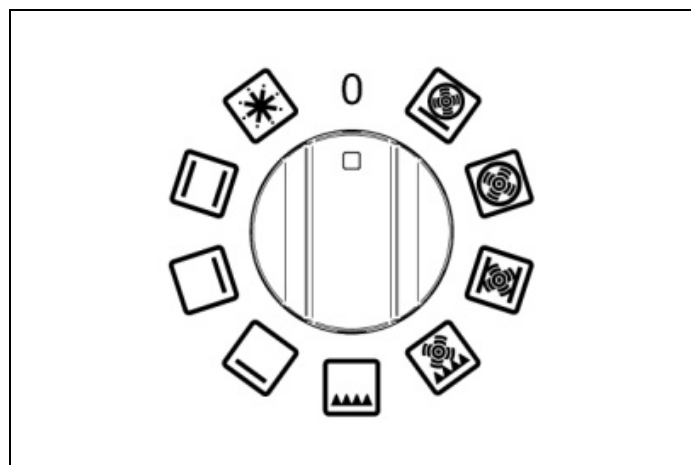
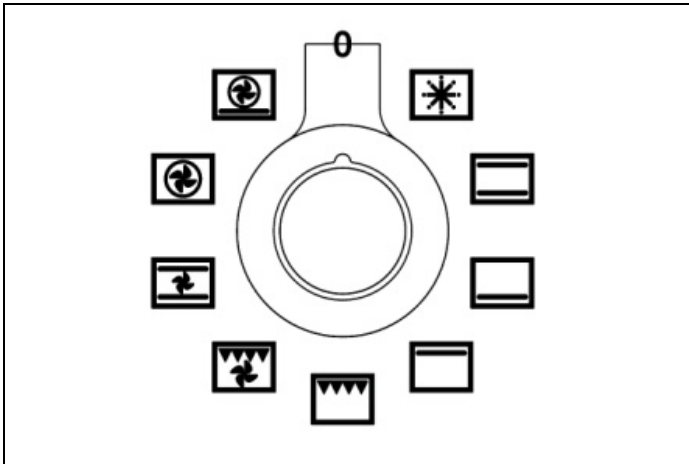
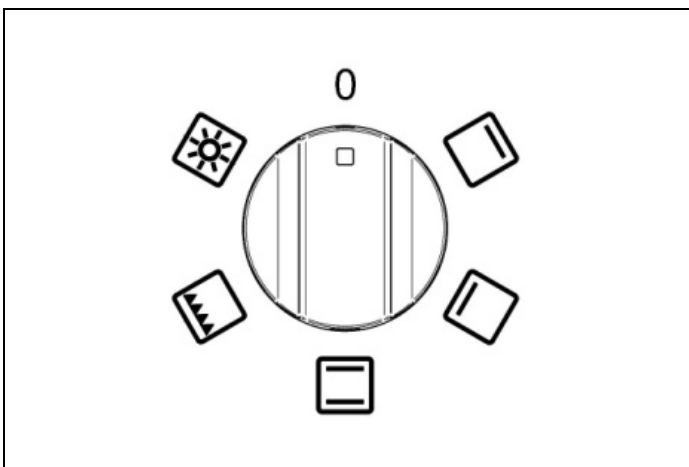
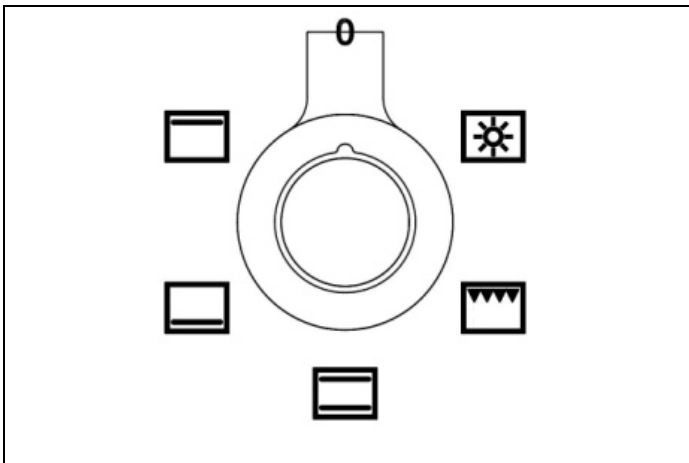

Fig. 21
Fig. 22
Fig. 23
Fig. 24
- 1) Vrid funktionsvredet (Fig. 21 - Fig. 22 och Fig. 23 - Fig. 24) medurs för att välja funktionen som du vill använda.